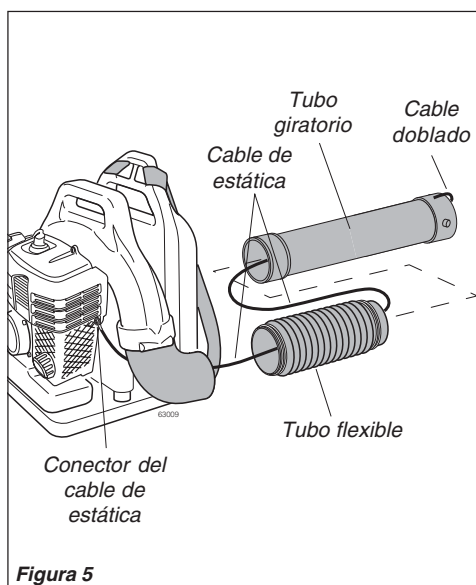

Figura 5
2. Extraiga el cable de estática del paquete y fije las boquillas a la izquierda del tornillo de la tapa del motor. Consulte la figura 5.
7. Doble el extremo del cable de estática hacia atrás sobre la conexión del tubo giratorio. Consulte la figura 5.